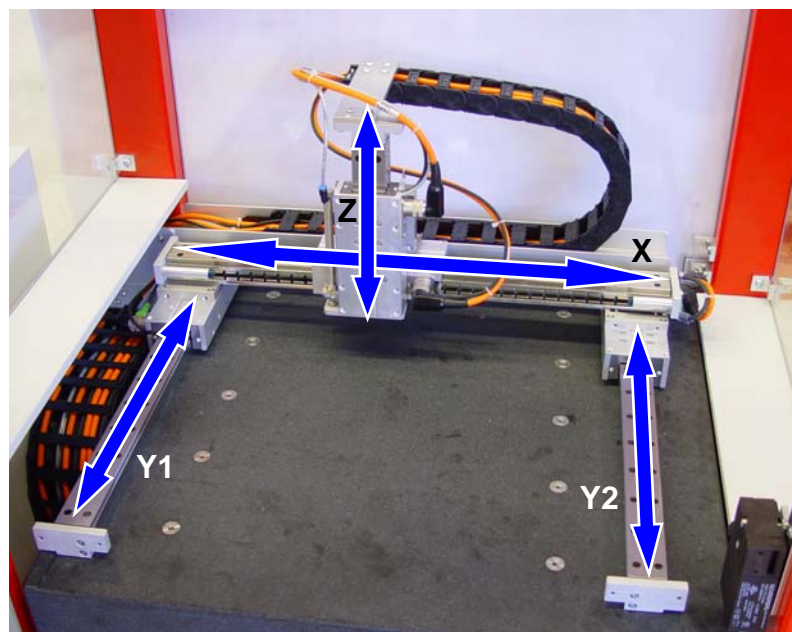

Abbildung 4: X/Y/Z-System (Portal)
- X/Y/Z-System (Portal, siehe *Abbildung 4*)